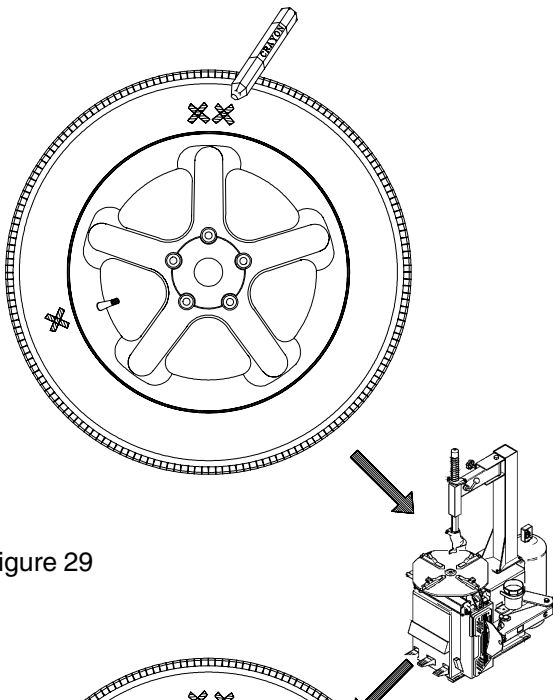

Figure 29
En présence d'un déséquilibre résiduel important, l'opérateur peut continuer la procédure. La machine affiche "**CrS**" "r" et "**tur**" "tir" alternativement. Cela invite l'opérateur à tourner la roue et à faire une double croix (XX) sur la face latérale droite du pneu à 12 heures quand le voyant de la position centrale appropriée passe au vert. Voir Figure 29.